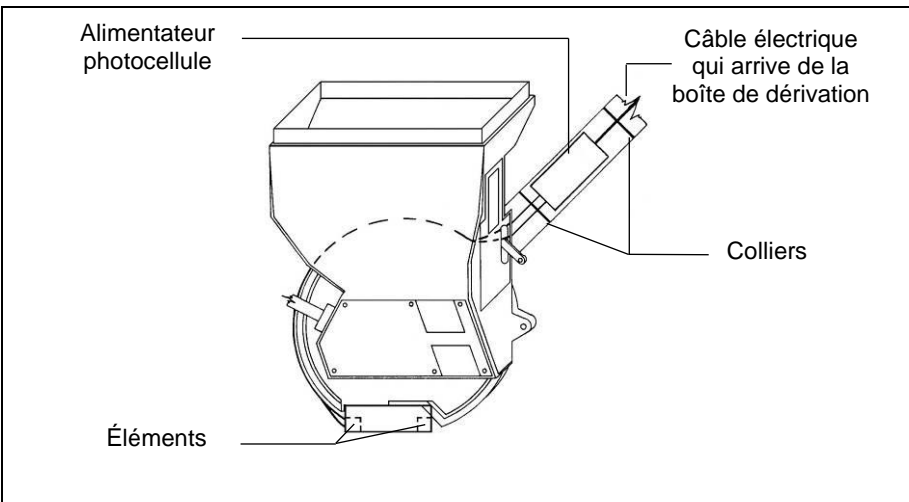

Figure 5. Exemple d'installation photocellule code 4228 sur l'élément.
- Si le semoir a des éléments d'ensemencement "bas" et que la semence tombe directement du disque sur le terrain, il faudra alors installer les photocellules code 4228 (console selon le type de semoir) et être monté directement sur l'élément de plantation (Figure 5).